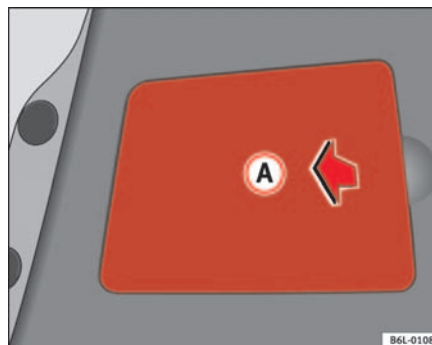

Fig. 151 Luz trasera en el capó
- Retire la cubierta de plástico **(A)** ⇒ página 226, fig. 151, introduzca el dedo en la hendidura y tire en el sentido de la flecha.